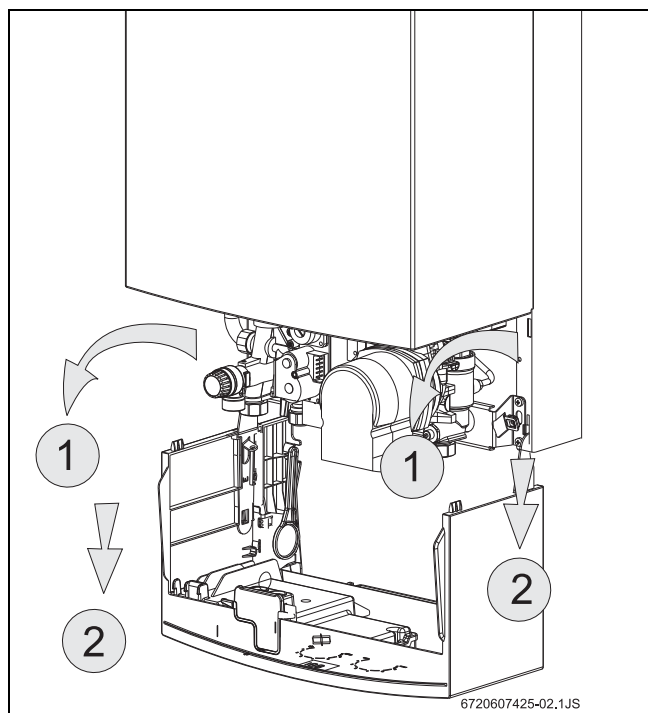

Fig. 10 Posición de servicio para tener acceso al sistema hidráulico y electrónico
- Para retirar completamente el panel de mandos estando posicionado según Fig. 10, levántelo y tire de él hacia adelante.